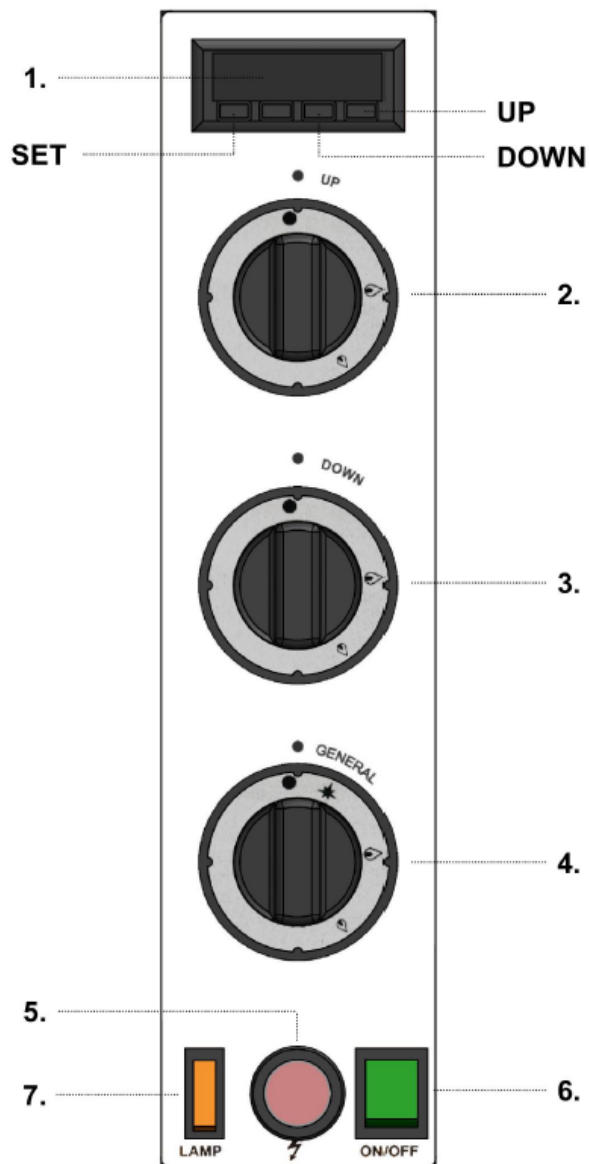

FIG.14
Het bedieningspaneel (FIG.14) is aan de rechterkant aan de voorkant van de oven bevestigd, van hieruit kunnen gebruikers de oven handmatig bedienen of erin koken.
- 3) Druk op de algemene elektrische schakelaar (FIG.14-Rif.6), het groene lampje gaat branden;
- 4) Stel de thermostaat/thermometer in op de werktemperatuur door op de toetsen "set" en "+" of "-" te drukken (FIG.14-Ref.1). Als de gewenste temperatuur iets of lager is dan de atmosferische temperatuur, is het onmogelijk om de branders in te schakelen omdat de thermostaat is aangesloten op de gastoevoer-elektroklep die de gasstroom stopt wanneer de temperatuur de gewenste waarde bereikt.
- 5) Draai de knop van de algemene kraan van de gastoevoer (FIG.14-Ref.4) naar de positie, houd de knop  ingedrukt en druk tegelijkertijd herhaaldelijk op de piëzo-elektrische ontstekingspilot (FIG.14-Rif.5); Laat de knop los als de waakvlam aangaat; De waakvlam moet blijven branden; als dit niet gebeurt, herhaalt u de handeling. Het is mogelijk om de waakvlam te regelen via het lusje aan de rechterkant van het frontpaneel (FIG.3-Ref.2).
- 6) Draai de algemene kraanknop (FIG.14-Ref.4) naar de positie  (maximaal vermogen);
- 7) Draai de betreffende kranen van de bovenste brander (FIG.14-Ref.2) en onderste (FIG.14-Ref.3) open en draai ze tegen de klok in naar de positie  (maximaal vermogen). De vlam van de ontstekingsbrander zal zich verspreiden naar alle bovenste en onderste branders. Zodra de gewenste temperatuur is bereikt, gaan de branders uit: dat wil zeggen dat ze met tussenpozen stoppen en weer beginnen om de temperatuur te behouden.
Zodra de oven de gewenste temperatuur heeft bereikt (zie punt 5 van deze paragraaf), zichtbaar op de thermostaat/thermometer (FIG.14-Ref.1), is het mogelijk om de pizza in de oven te zetten om te koken.
- 2) Om de binnenkant van de oven te verlichten, drukt u op "aan" het ovenlampje (FIG.14-Ref.7);
- 1) Schakel de oven uit door de knoppen in de stand ● "Uit" te draaien (FIG.14-Ref.2/3/4);
- 2) Schakel de interne verlichting van de oven uit met de lichtschaakelaar (FIG.14-Ref.7);
- 3) Schakel de algemene schakelaar (FIG.14-Ref.6) uit door het groene lampje uit te zetten;